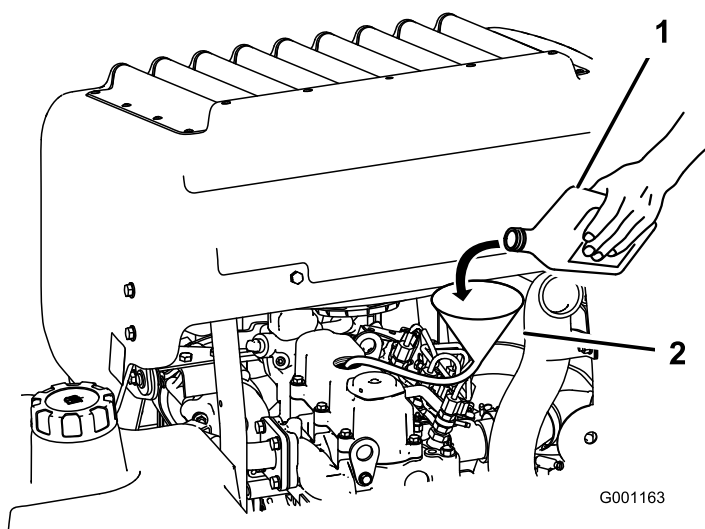

Figura 69
3. Utilize um tubo e um funil para adicionar óleo ao motor (Figura 69).